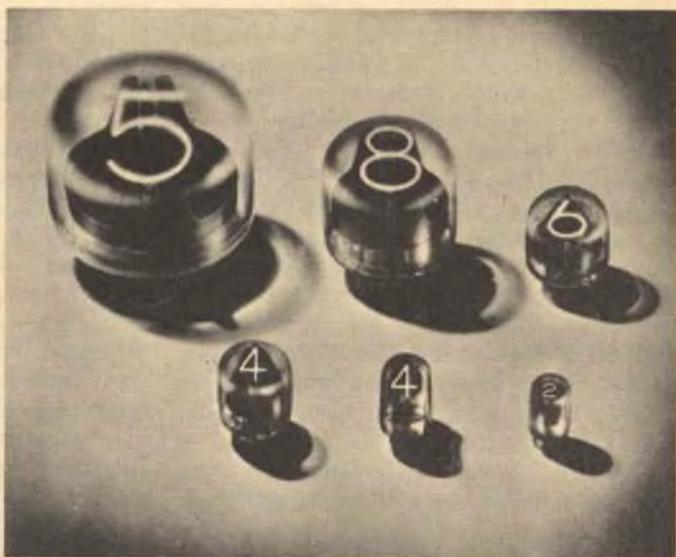

Fig. 9 - L'indicatore numerico Nixie produce un carattere illuminato con la formà del catodo. Il circuito relativo è riportato nella fig. 10.
**Tubo indicatore numerico** - I tubi indicatori numerici, come il Nixie (marchio di fabbrica della Burroughs Corp.), forniscono un'indicazione visiva di dati numerici. Il tubo Nixie ha dieci catodi freddi ed un anodo comune ed i catodi hanno la forma dei numeri da zero a nove. Quando la tensione anodica è collegata tra l'anodo ed uno dei catodi, il gas neon, nell'interno del tubo, si ionizza ed una luminosità circonda il catodo scelto. La caratteristica luminosità arancione del neon ionizzato prende perciò la forma di numeri, come si vede nella fig. 9. Quali commutatori, come è illustrato nella fig. 10, vengono impiegati dieci transistori, uno per ogni terminale di